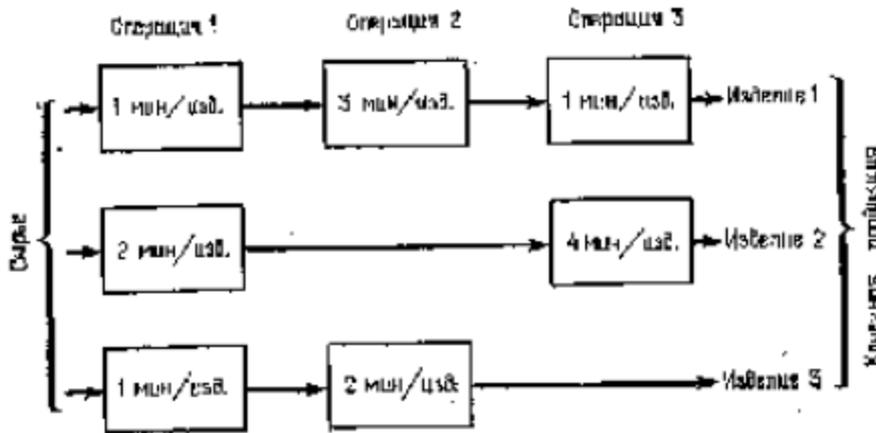

Рис.1
**1.1. (Задача об асортименте продукції.)** Фирма XYZ випускає три види продукції (изделий). В процесі виробництва використовуються три технологічні операції. На рис. 1 показана технологічна схема виробництва изделий видів 1, 2 і 3. При виготовленні изделия 2 технологічна операція 2 не виконується, а при виробництві изделия 3 використовуються тільки технологічні операції 1 і 2.
В прямокутниках на рис.1 вказана тривалість технологічних операцій при виготовленні одного изделия кожного виду. Так як ці технологічні операції використовуються фірмою і для інших виробничих цілей, фонд робочого часу, в течение которого операції 1, 2 і 3 можуть бути використані для виробництва розглянутих изделий, обмежений наступними граничними значеннями (в години);